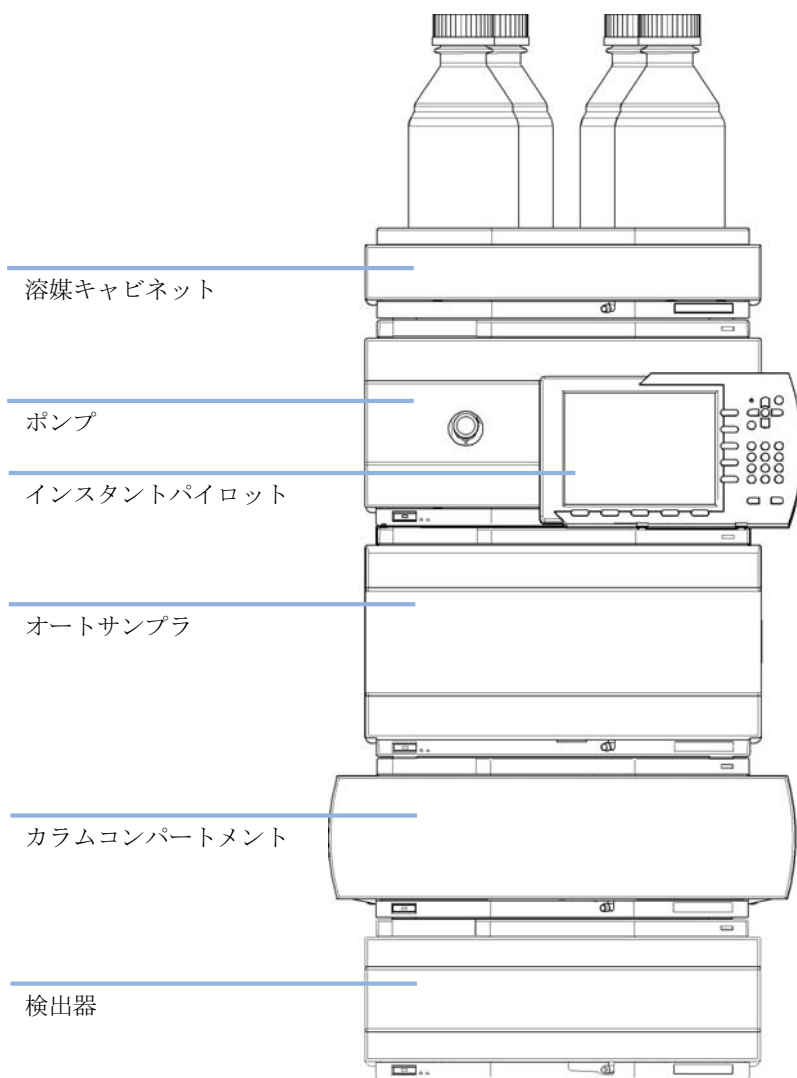
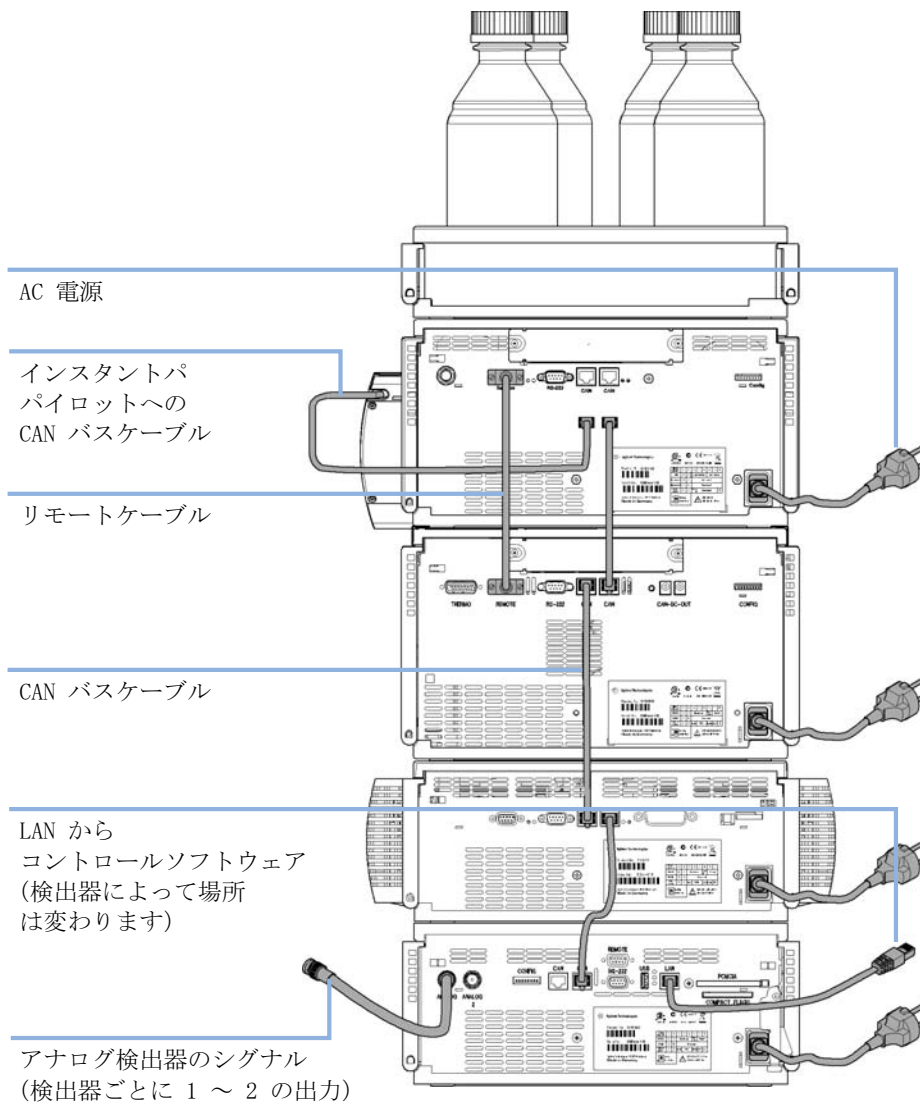

図 6 1260 Infinity の推奨スタックコンフィギュレーション (前面図)
図 7 1260 Infinity の推奨スタックコンフィグレーション (背面図)
Agilent 1260 Infinity LC システムのモジュールを以下の構成（『37 ページ 図 6』および『38 ページ 図 7』を参照）で設置し、確実に最適な性能が得られるようにしてください。このコンフィグレーションでは、ディレイボリュームを最小限に抑えるために流路が最適化され、必要な設置スペースが最小になります。
- 1 『37 ページ 図 6』 に示したスタックコンフィグレーションで個々のモジュールを設置します。
- 4 CAN ケーブルを隣のモジュールの CAN コネクタに接続します（『38 ページ 図 7』 を参照）。
- 1 『37 ページ 図 6』 に示したモジュールのスタックでデガッサを設置します。
- 5 APG ケーブルをポンプの APG リモートコネクタに接続します（『38 ページ 図 7』 を参照）。